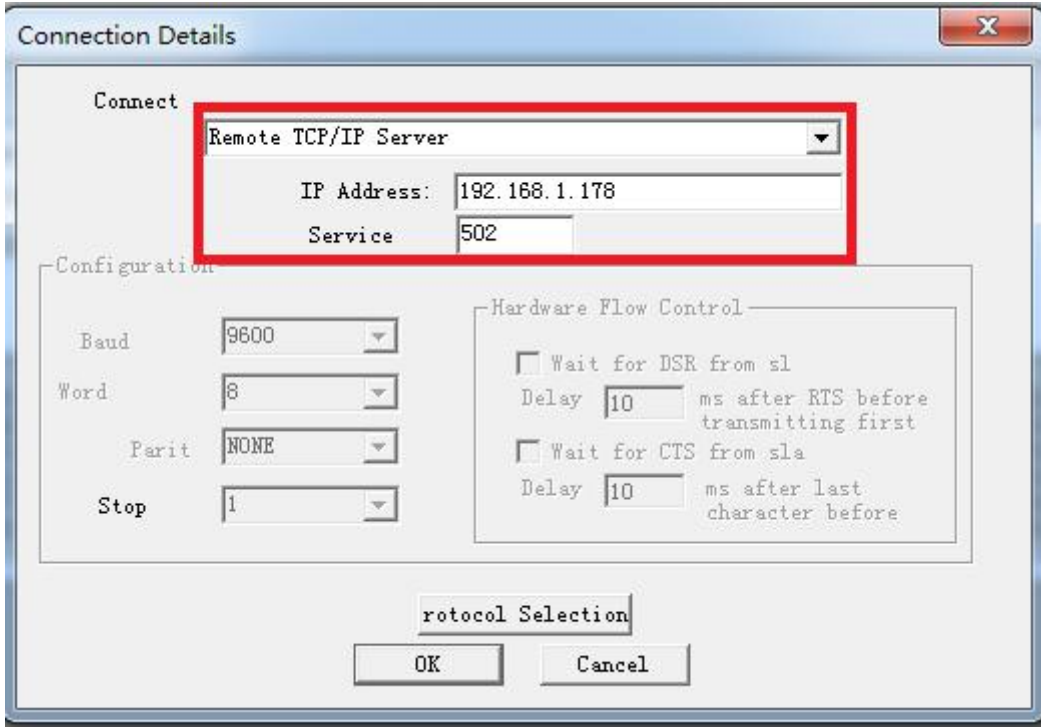

图 1
2. 选择菜单 Connection/Connect, 选择 Remote TCP/IP Server, 输入 RVNet-CJ 的 IP 地址, Service 端口为 502; 点击[OK]按钮, 如图 1 所示。